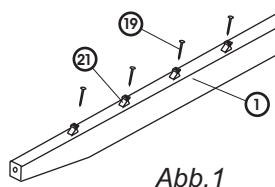

Abb. 1
2. Vorbereitung der Latten ① und ②
a) 26 obere Schnappverschlüsse ⑳ mit Nägeln ⑲ an den dafür vorgesehenen Punkten auf der Latte fixieren
b) Weitere sechs Latten sind entsprechend den Hinweisen im Punkt a) zu montieren. Es sollen sechs Latten ① und eine äußere Latte ②, so wie in Abb. 1 dargestellt, montiert werden.